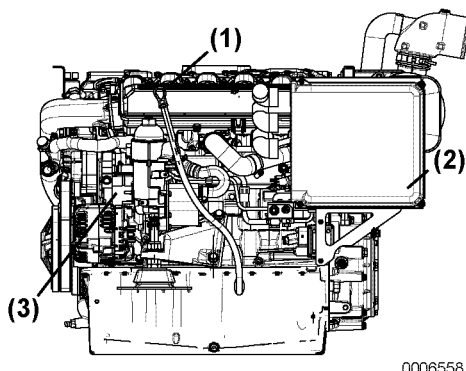
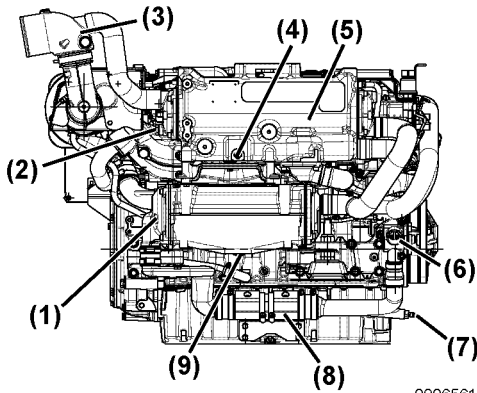
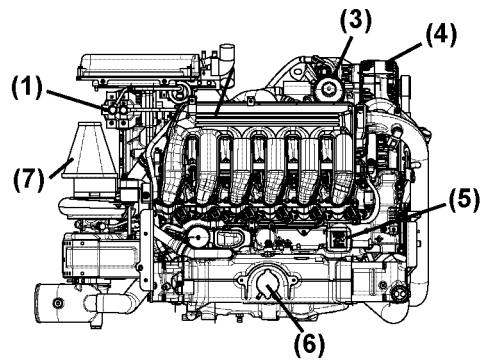

Abbildung 4
Abbildung 5
Abbildung 6
Abbildung 4, Abbildung 5 und Abbildung 6 stellen eine typische Ausführung eines 6BY3-Motors dar. Ihr Motor ist unter Umständen anders ausgestattet als der dargestellte Motor.
Anmerkung: Zum Lieferumfang von Yanmar gehört ein vom Montagebetrieb einzubauender wasserabscheidender Vorfilter. Der Motor ist mit einem angebauten Feinfilter (Abbildung 6, (1)) ausgestattet.